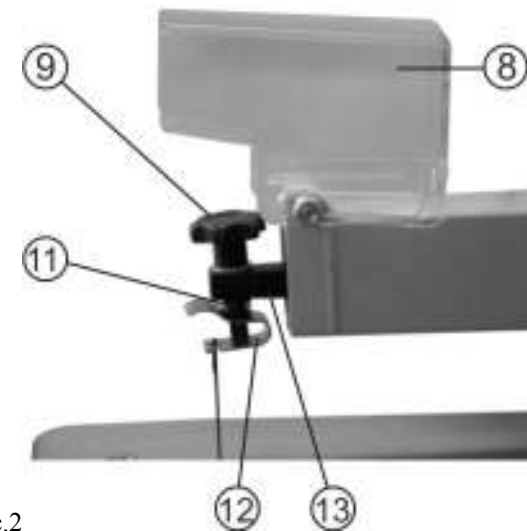
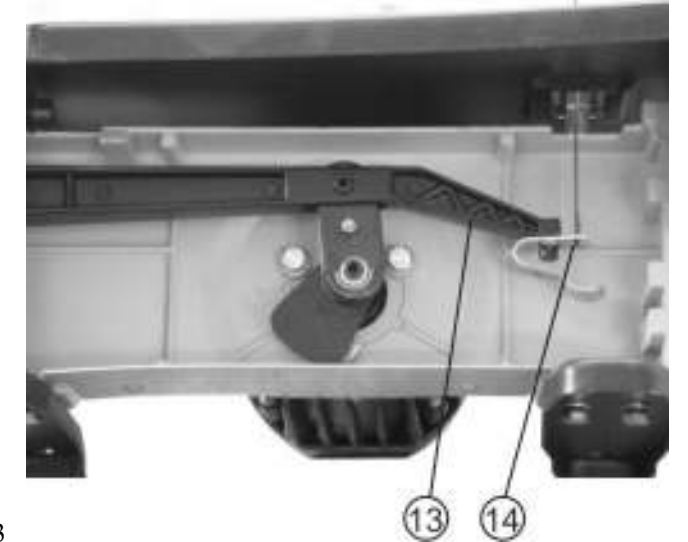

Рис.2
Рис.3
- 9.1. Ослабьте натяжение пильного полотна поворотом винта регулировки натяжения пильного полотна (11) против часовой стрелки до полного ослабления натяжной пружины (11), Рис.2.
- 9.2. Снимите кожух нижней части рычага, Рис. 3.
- 9.3. Поднимите в верхнее положение ограждение пильного полотна (8), Рис. 2.
- 9.4. Приложив слабое давления вниз на верхнюю часть рычага, чтобы освободить пильное полотно, вытащите нижнюю часть пильного полотна, потянув его на себя, из нижнего держателя (14) нижней части рычага (13), Рис.3. Затем вытащите пильное полотно из верхнего держателя (12) верхней части рычага (13), Рис.2.
- 9.7. Когда пильное полотно вставлено в держатели, его надо правильно натянуть. Для этого, поворачивать винт регулировки натяжения пильного полотна (9) по часовой стрелке, пока натяжная пружина (11) не будет полностью сжата, Рис.2. Проверьте еще раз, чтобы убедиться, что штифты пильного полотна установлены правильно сверху и снизу в держателях пильного полотна.